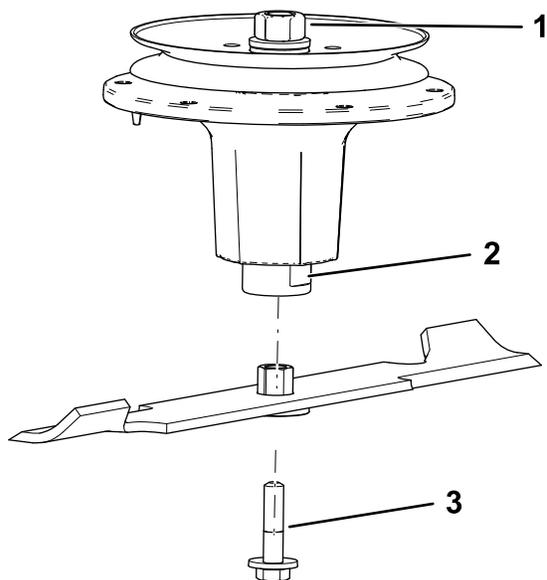

図 80
- スピンドルシャフトにブッシュ・ブレードアセンブリを取り付ける図 80。